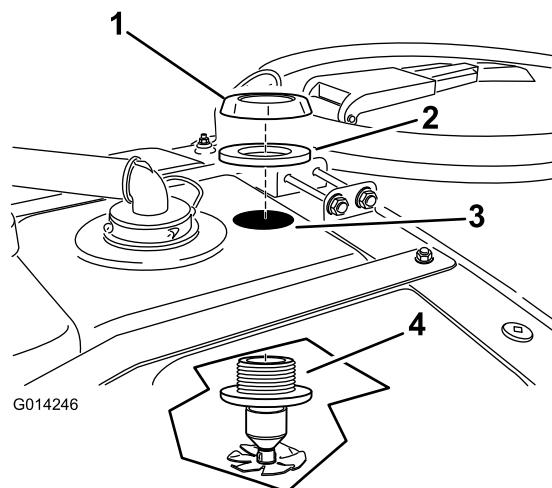

Bild 15
2. Stecken Sie eine Düse durch das gebohrte Loch (Bild 15).
- Setzen Sie die Bundmutter aus Kunststoff und die Dichtung auf das freiliegende Gewinde des Schotts oben am Behälter (Bild 15). Stellen Sie sicher, dass die Dichtung richtig zwischen der Kunststoffmutter und der Behälteroberfläche sitzt